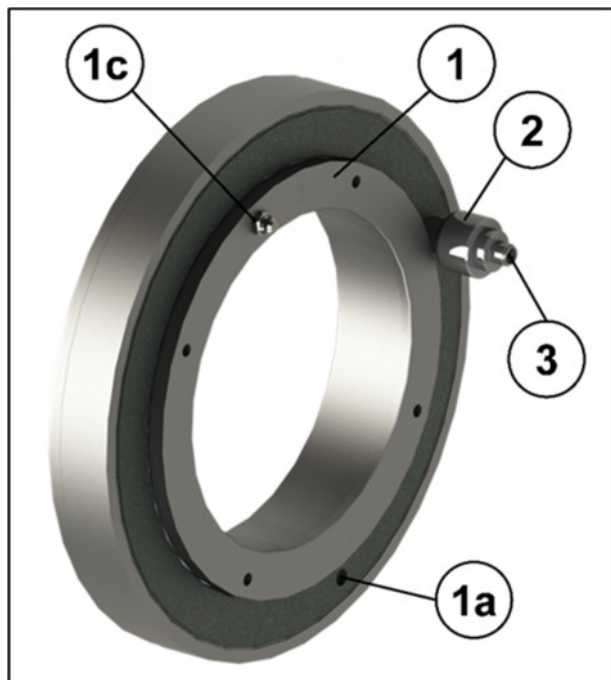

Bild 1: Lagerkraftaufnehmer
Der BROSA Lagerkraftaufnehmer des Typs 0207 dient der Erfassung der Lagerkraft in Lagern in oder an Maschinen und Geräten aller Art. Bild 1 zeigt den typischen Aufbau:
Der Lagerkraftaufnehmer (1) wird in die im Durchmesser entsprechend gestalteten Aufnahmebohrungen (2) der Lagerstelle eingesetzt und anhand der angesprochenen Merkmale (vgl. Bild 1) gegen nicht vorgesehene Bewegung gesichert (3). An dem innenliegenden Durchmesser des Lagerkraftaufnehmers befindet sich eine definierte Krafteinleitungsfläche (4). Die dort eingeleitete Kraft  $F$  wird durch Auswertung der sich ergebenden Verformung des Messkörpers auf die Messelektronik übertragen und als elektrisches Signal ausgegeben.